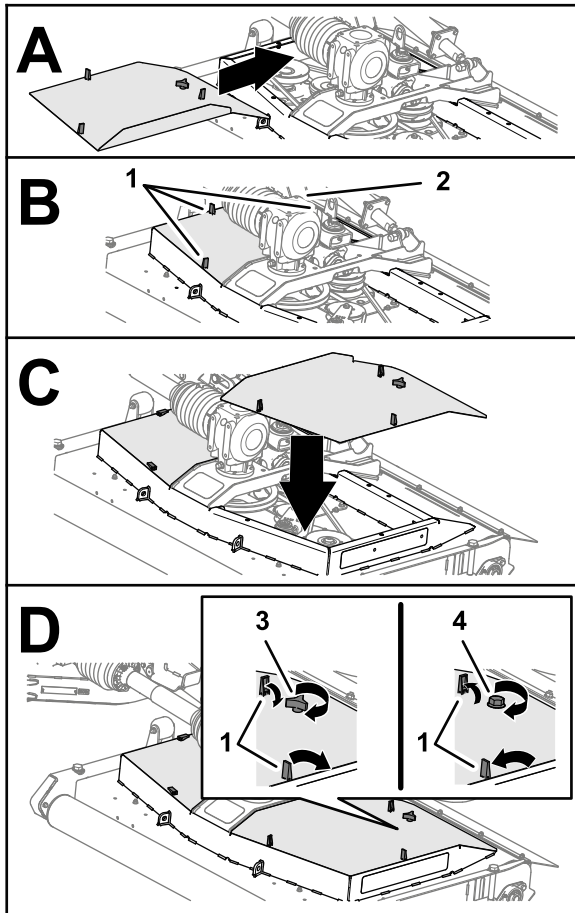

Bild 41
1. Richten Sie die Verriegelungen der Mähwerksabdeckung an den Löchern im Mähwerk aus (Bild 41).
2. Befestigen Sie die Mähwerkabdeckung am Mähwerk (Bild 41).
3. Befestigen Sie die Abdeckung (Bild 41) wie folgt:
4. Schließen Sie die drei Verriegelungen der Abdeckung am Mähwerk (Bild 41).
5. Wiederholen Sie die Schritte 1 bis 4 für die anderen Abdeckungen, die Sie zuvor entfernt haben (Bild 41).